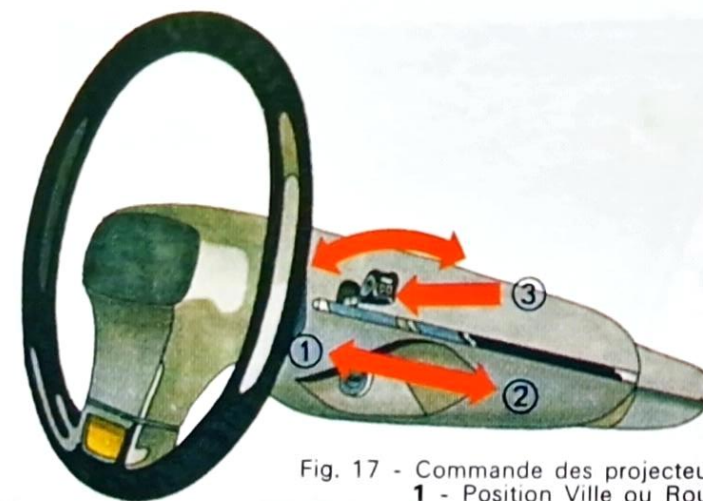

Fig. 17 - Commande des projecteurs
**Commande des projecteurs (Fig. 17)**